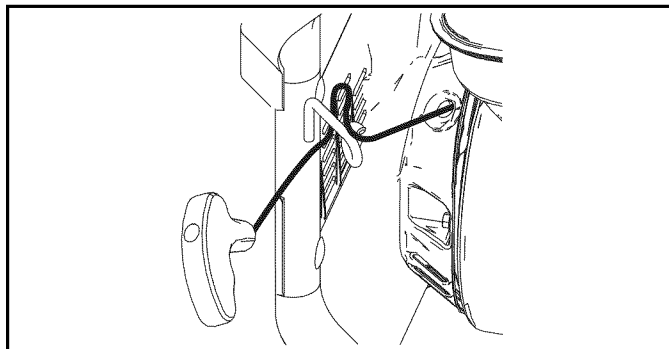

Figure 4-7. Crochet de la corde du lanceur à rappel
7. Placez la corde du lanceur à rappel dans le support, comme illustré (Figure 4-7).